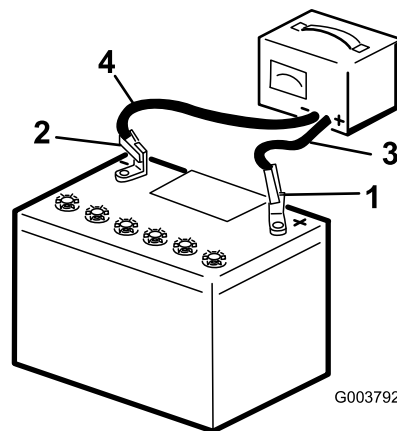

Figura 44
2. Caricate la batteria a 3 – 4 ampere per 4 – 8 ore (Figura 44). Non sovraccaricate.
3. Quando la batteria è completamente carica, staccate il caricabatterie dalla presa elettrica e scollegate i cavi di ricarica dai poli della batteria (Figura 44).
1. Utilizzate i fermi rimossi in precedenza per montare il cavo positivo (rosso) sul morsetto positivo (+) della batteria (Figura 44).
3. Utilizzate i fermi rimossi in precedenza per montare il cavo negativo (nero) sul morsetto negativo (-) della batteria (Figura 44).
4. Assicurate la batteria con la barra e i dadi ad alette (Figura 44).